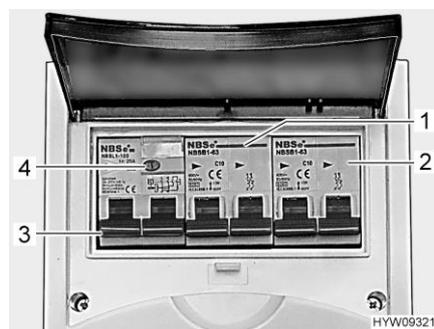

Fig. 115 Disjoncteur de protection de circuit et disjoncteur FI (coffret de fusibles 230 V)
Un disjoncteur différentiel (disjoncteur FI) (Fig. 115,3) dans le coffret de fusibles protège tout le véhicule contre le courant différentiel (30 mA).
Le disjoncteur de protection de circuit connecté en aval (10 A) (Fig. 115,1) protège les prises de courant de 230 V, l'appareil d'alimentation électrique, l'appareil d'alimentation électrique auxiliaire et le réfrigérateur.
Sur les véhicules possédant un équipement particulier tel que la climatisation, un disjoncteur de protection de circuit supplémentaire (16 A) (Fig. 115,2) protège l'appareil.
- Lorsque le véhicule est raccordé à l'alimentation 230 V, appuyer sur la touche de contrôle (Fig. 115,4). Le disjoncteur différentiel (FI) doit se déclencher.